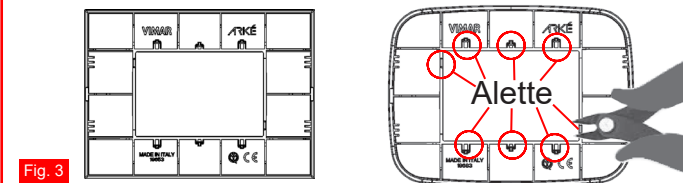

Fig. 3
N.B. Per il montaggio delle placche **VIMAR** serie **ARKE' Classic** e **ARKE' Round** nelle versioni **Color-Tech** e **Tecno-Basic** eliminare con un tronchese le 8 Alette presenti sul retro delle placche **ARKE'** come da figura sottostante (Fig.3).